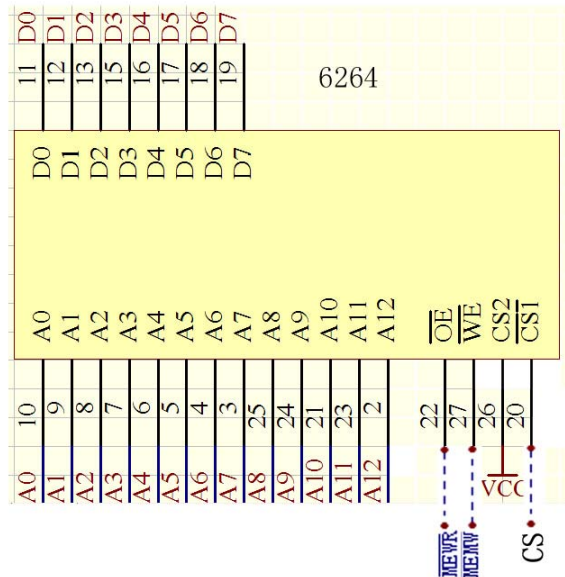

图4-11-1
- 1、按照图4-11-1将实验箱通用插座D区6264连接好。编程将实验箱的6266缓冲区D4000H, 偏移量为0的一块数据循环写入字符A~Z, 用Block MODE DMA方式传送到实验箱的6264的缓冲区D4A00H上, 并察看送出的数据是否正确。